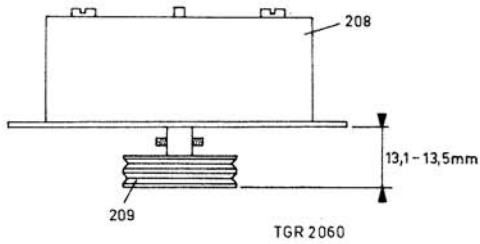

Fig. 33
Poelie pos. 209 moet zodanig worden ingesteld dat de afstand tussen de onderkant van de motor pos. 208 en de onderkant van poelie pos. 209 13,1 tot 13,5 mm bedraagt (zie fig. 33). Controleer ook of de spanningscarroussel goed staat.